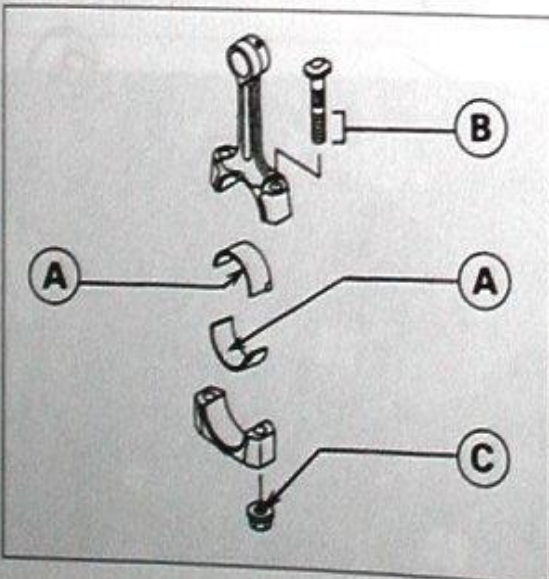

Bild 225
- Pleuel so an Kurbelwelle anbringen, dass sie in ursprünglicher Einbaulage montiert werden. Darauf achten, dass Buchstabenhälften an Pleuelstange und Lagerdeckel perfekt zueinander passen (Bild 225).